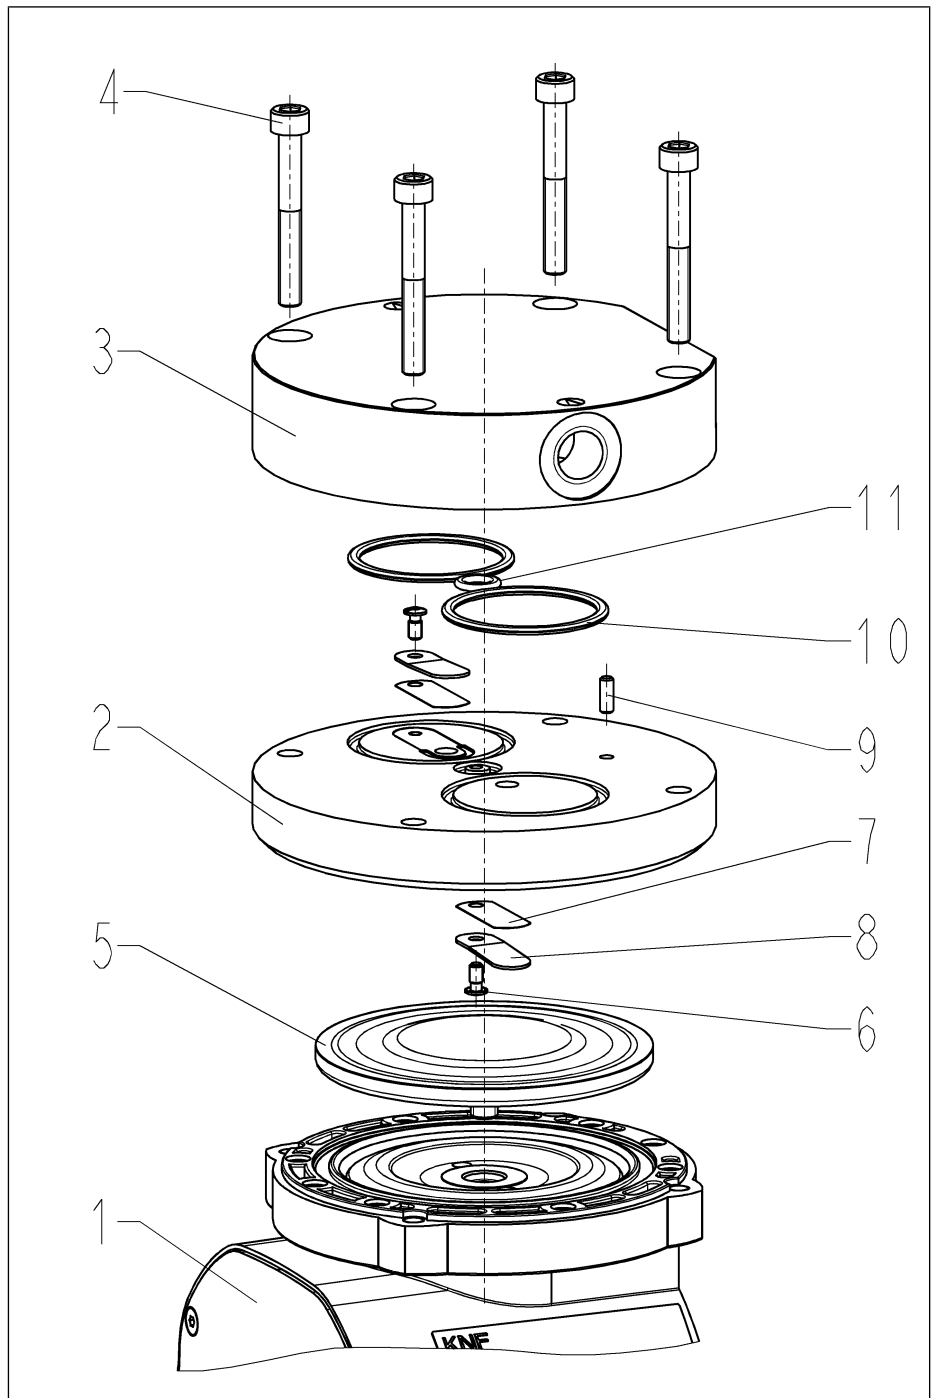

Fig.14 Piezas de la bomba
**Según Fig. 14
i Los números de posición de las siguientes instrucciones de trabajo se refieren a las Fig. 14.